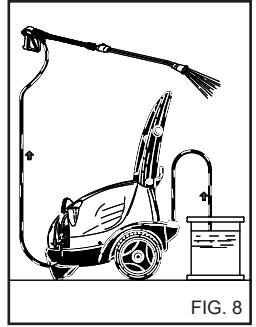

FIG. 8
Kun olet käyttänyt pesuainetta, pesuaineen syöttö pitää huuhdella puhtaalla vedellä. (Fig. 8).
1) Huuhtele korkeapaineinen vesipiiri pesuaineen käytön jälkeen: käytä pumppua 1 minuutin ajan annosteluhana täysin suljettuna. (Fig. 8).
- 4) Huuhtelee korkeapaineinen vesipiiri pesuainien käytön jälkeen: käytä pumpua 1 minuutin ajan annosteluhana täysin suljettuna. (Fig. 8).